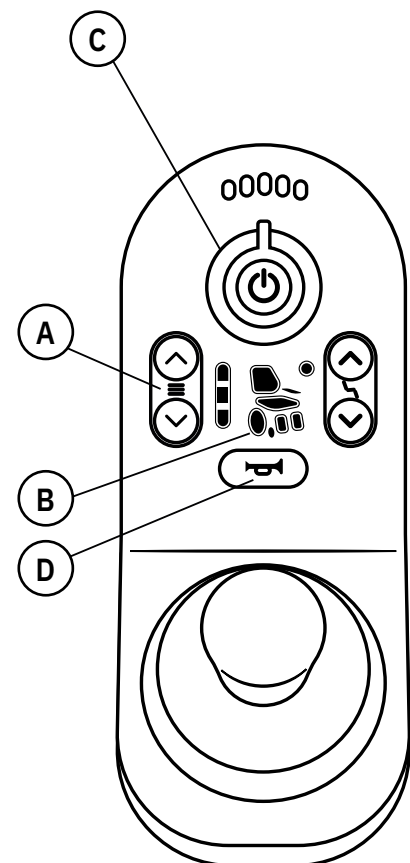

Abb. 5.6. Steuerung der Fahrfunktionen auf der LiNX REM211.
Die Bedienelemente für die Fahrfunktionen sind in Abb. 5.6. dargestellt.
- Die Auswahl des Fahrprofils erfolgt über die entsprechenden Tasten (A), siehe Abb. 5.6. Das gewählte Fahrprofil wird durch eine, zwei oder drei leuchtende LEDs im Display angezeigt.